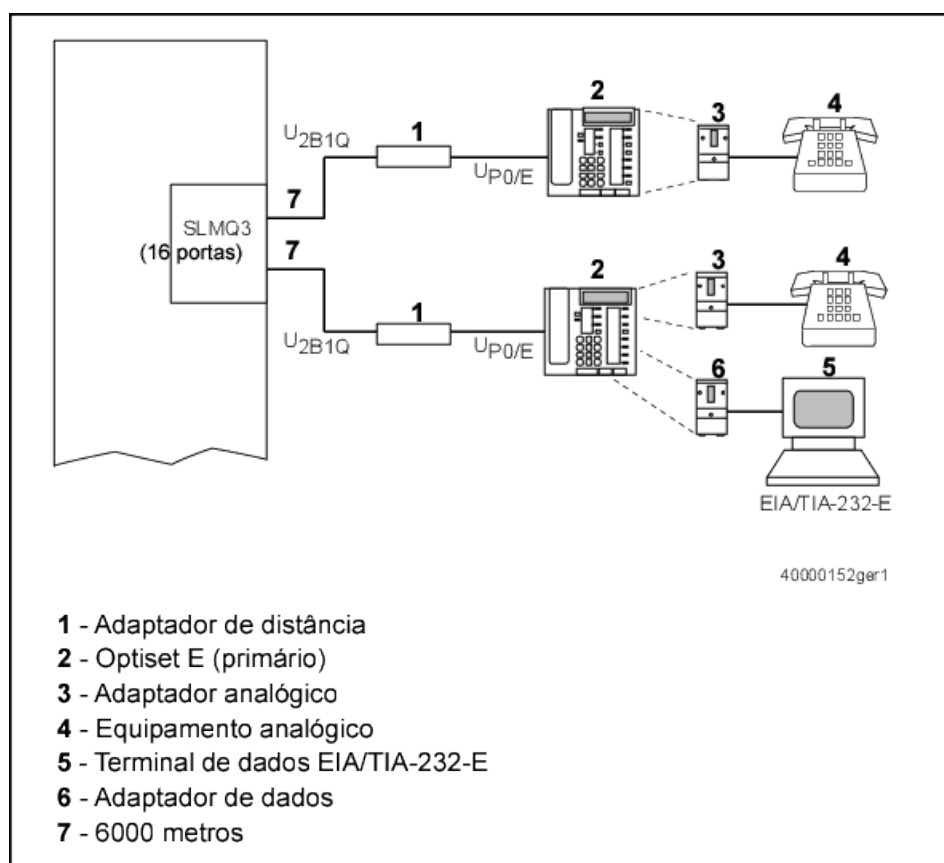

Figura 232: Possibilidades de ligação para o adaptador de distância
- 1) Ligar uma extremidade do cordão de ligação ao acesso UP0/E no lado posterior do adaptador de distância (ver Figura 232: Possibilidades de ligação para o adaptador de distância na página 292).